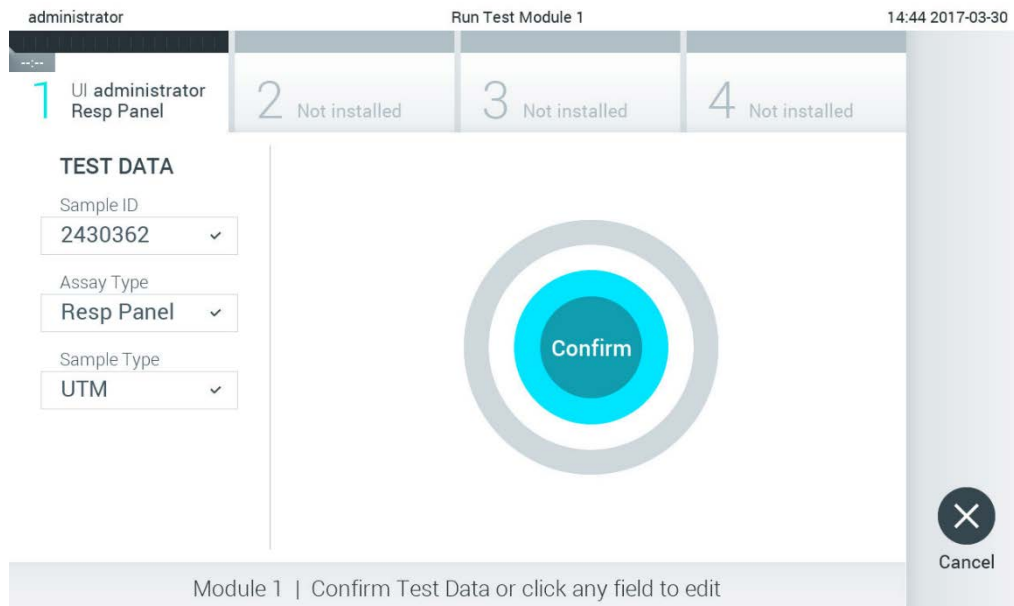

Abbildung 26: Bildschirm Confirm (Bestätigen)
5. Als Nächstes wird der Bildschirm Confirm (Bestätigen) angezeigt. Überprüfen Sie die eingegebenen Daten und nehmen Sie die erforderlichen Änderungen vor, indem Sie auf die relevanten Felder auf dem Touchscreen drücken und die Informationen bearbeiten (Abbildung 26).